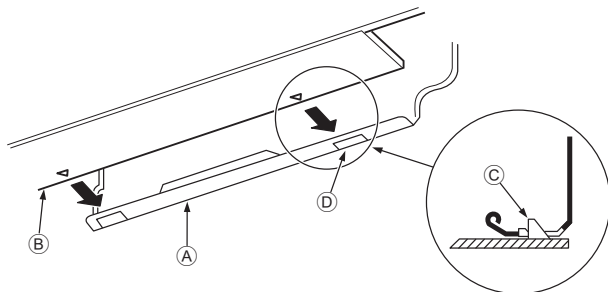

Fig. 3-15
3. Lors de l'insertion du tuyau de réfrigérant et le tuyau d'écoulement dans l'orifice mural d'insertion (manchette de pénétration), accrocher la partie supérieure de l'appareil intérieur sur la planche d'installation ①.
5. Fixer en poussant la partie inférieure de l'appareil intérieur sur la planche d'installation ①. (Fig. 3-15)